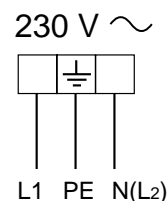

Fig. 6.1
- ✓ Il cavo elettrico deve essere connesso alla morsettiera secondo lo schema di fig. 6.1.